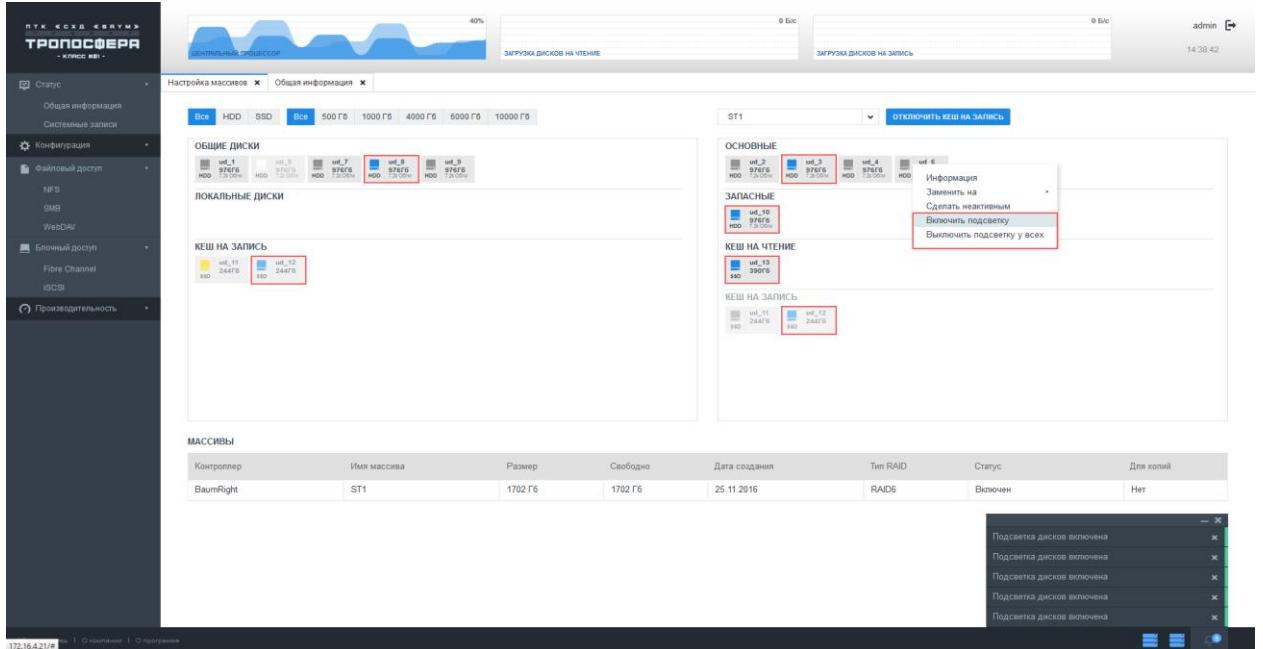

Рисунок 37 – Включение/отключение подсветки в полке
- 3) Во всплывающем, по нажатию правой кнопкой мыши на нужном диске, меню выбрать пункт «Включить подсветку» (см. Рисунок 37).